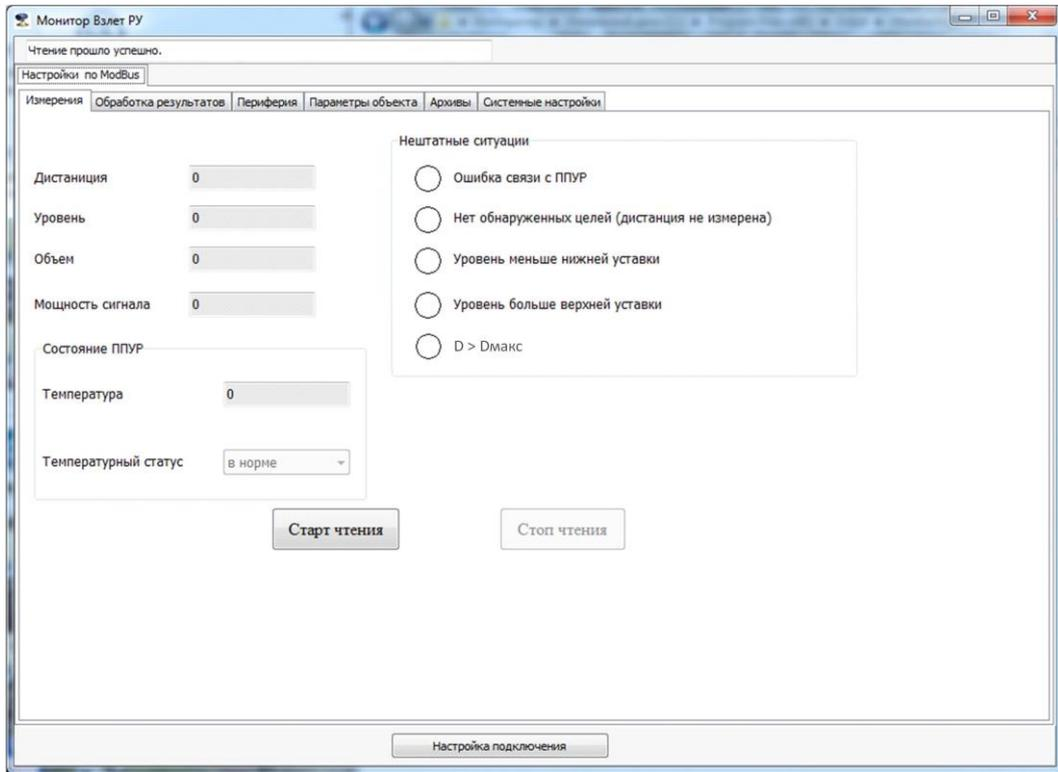

Рисунок 15 – Основное окно программы «Монитор Взлет РУ»
7.1.3 Нажать кнопку «**Подключение**». На мониторе ПК появится основное окно программы «Монитор Взлет РУ» (см. рисунок 15).